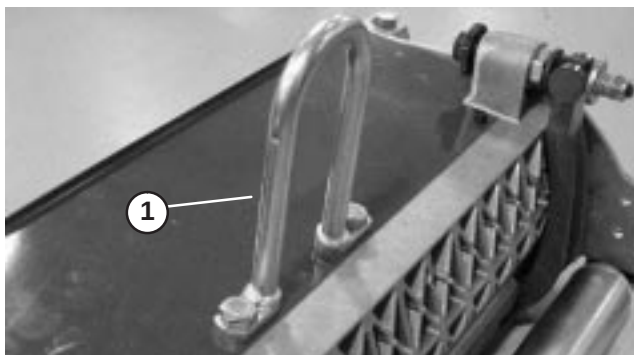

Figure 2
- Fixez l'étrier de levage en haut du plateau de coupe au moyen de (2) vis à tête. Serrez les vis à 34-40 Nm (Fig. 2).
Remarque : Un étrier de levage optionnel (Réf. Toro 106-6938) peut être utilisé à la place du maillon de chaîne, si l'on préfère (Fig. 2). Vous pouvez vous le procurer chez votre concessionnaire Toro.